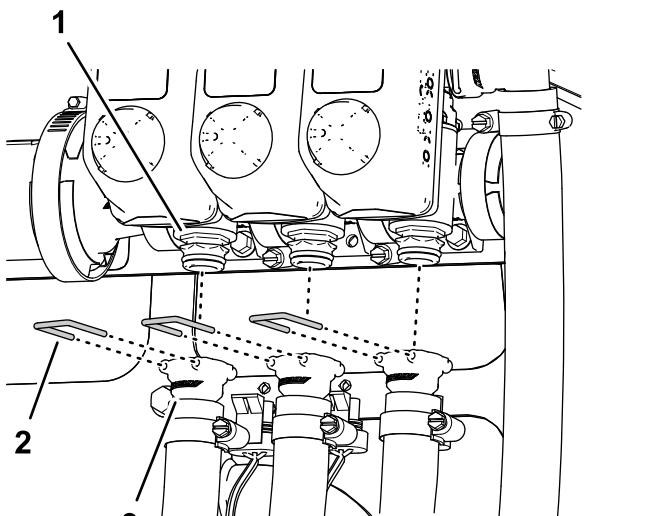

Figura 24
6. Retire os fixadores que prendem os tubos de alimentação esquerdo, central e direito das válvulas aos acopladores rápidos das válvulas de secção (Figura 24).